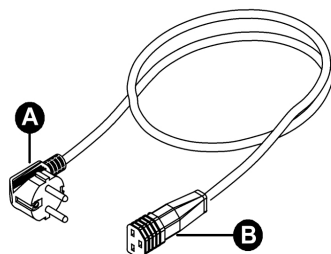

FIG.20
2- Tubo per rubinetto scarico acqua utilizzata: collegare una estremità del tubo al raccordo (*FIG.20*) ed avvitarlo al rubinetto di scarico acqua utilizzata (*FIG.1–pos.4*), l'altra ad un contenitore per recupero acqua utilizzata .